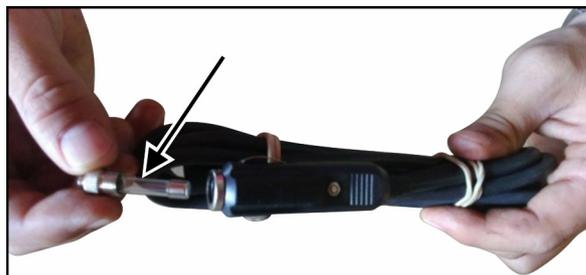

fig. 41
4. Verifique o fusível dentro do plugue tipo “acendedor de cigarro” junto ao cabo de força (*fig. 41*).